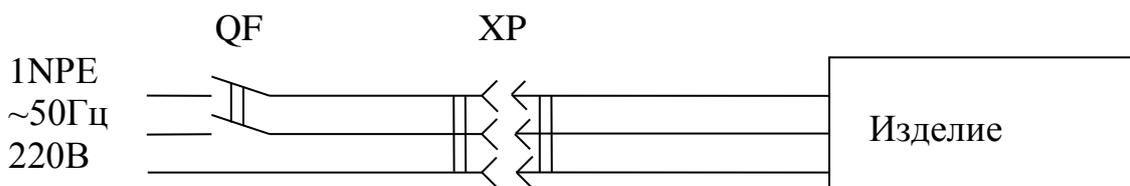

Рис.1. Схема подключения изделия к электросети
6.4. Изделие должно подключаться к питающей электрической линии (рис.1) через автоматический выключатель электромагнитной защиты с номиналом установки по току 6,3А.